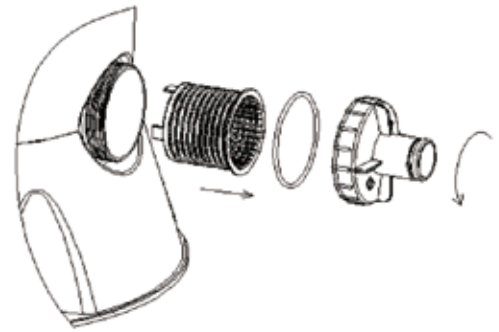

Figure 21
3. Retirez le fermoir de la cartouche (17) en tournant dans le sens inverse des aiguilles d'une montre, comme indiqué à la Figure 21, pour démonter la crépine (15) et la rondelle d'étanchéité du fermoir de la cartouche (16).
4. Passez un tuyau à travers la rondelle d'étanchéité de la crépine (15) et du fermoir de la cartouche (16) et brossez-les ; si nécessaire, utilisez une brosse en plastique pour éliminer les matières étrangères de la crépine (15). Il est interdit d'utiliser de brosse métallique.